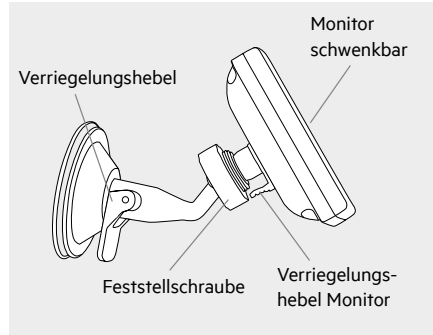

Bild 12
- Stecken Sie die eckige Monitoraufnahme des Monitorarms (10) in die vorgesehene Aussparung auf der Rückseite des Monitors ein. Schieben Sie nun den Monitorhalter nach oben, bis dieser eingerastet ist (siehe Bild 12).
- Verbinden Sie nun das Monitorkabel (2) mit dem Zigarettenanzünder (12 V) des Fahrzeugs. Verlegen Sie das Monitorkabel so, dass die Sicherheit des Fahrzeugs und der Fahrzeuginsassen nicht beeinträchtigt oder gefährdet ist.